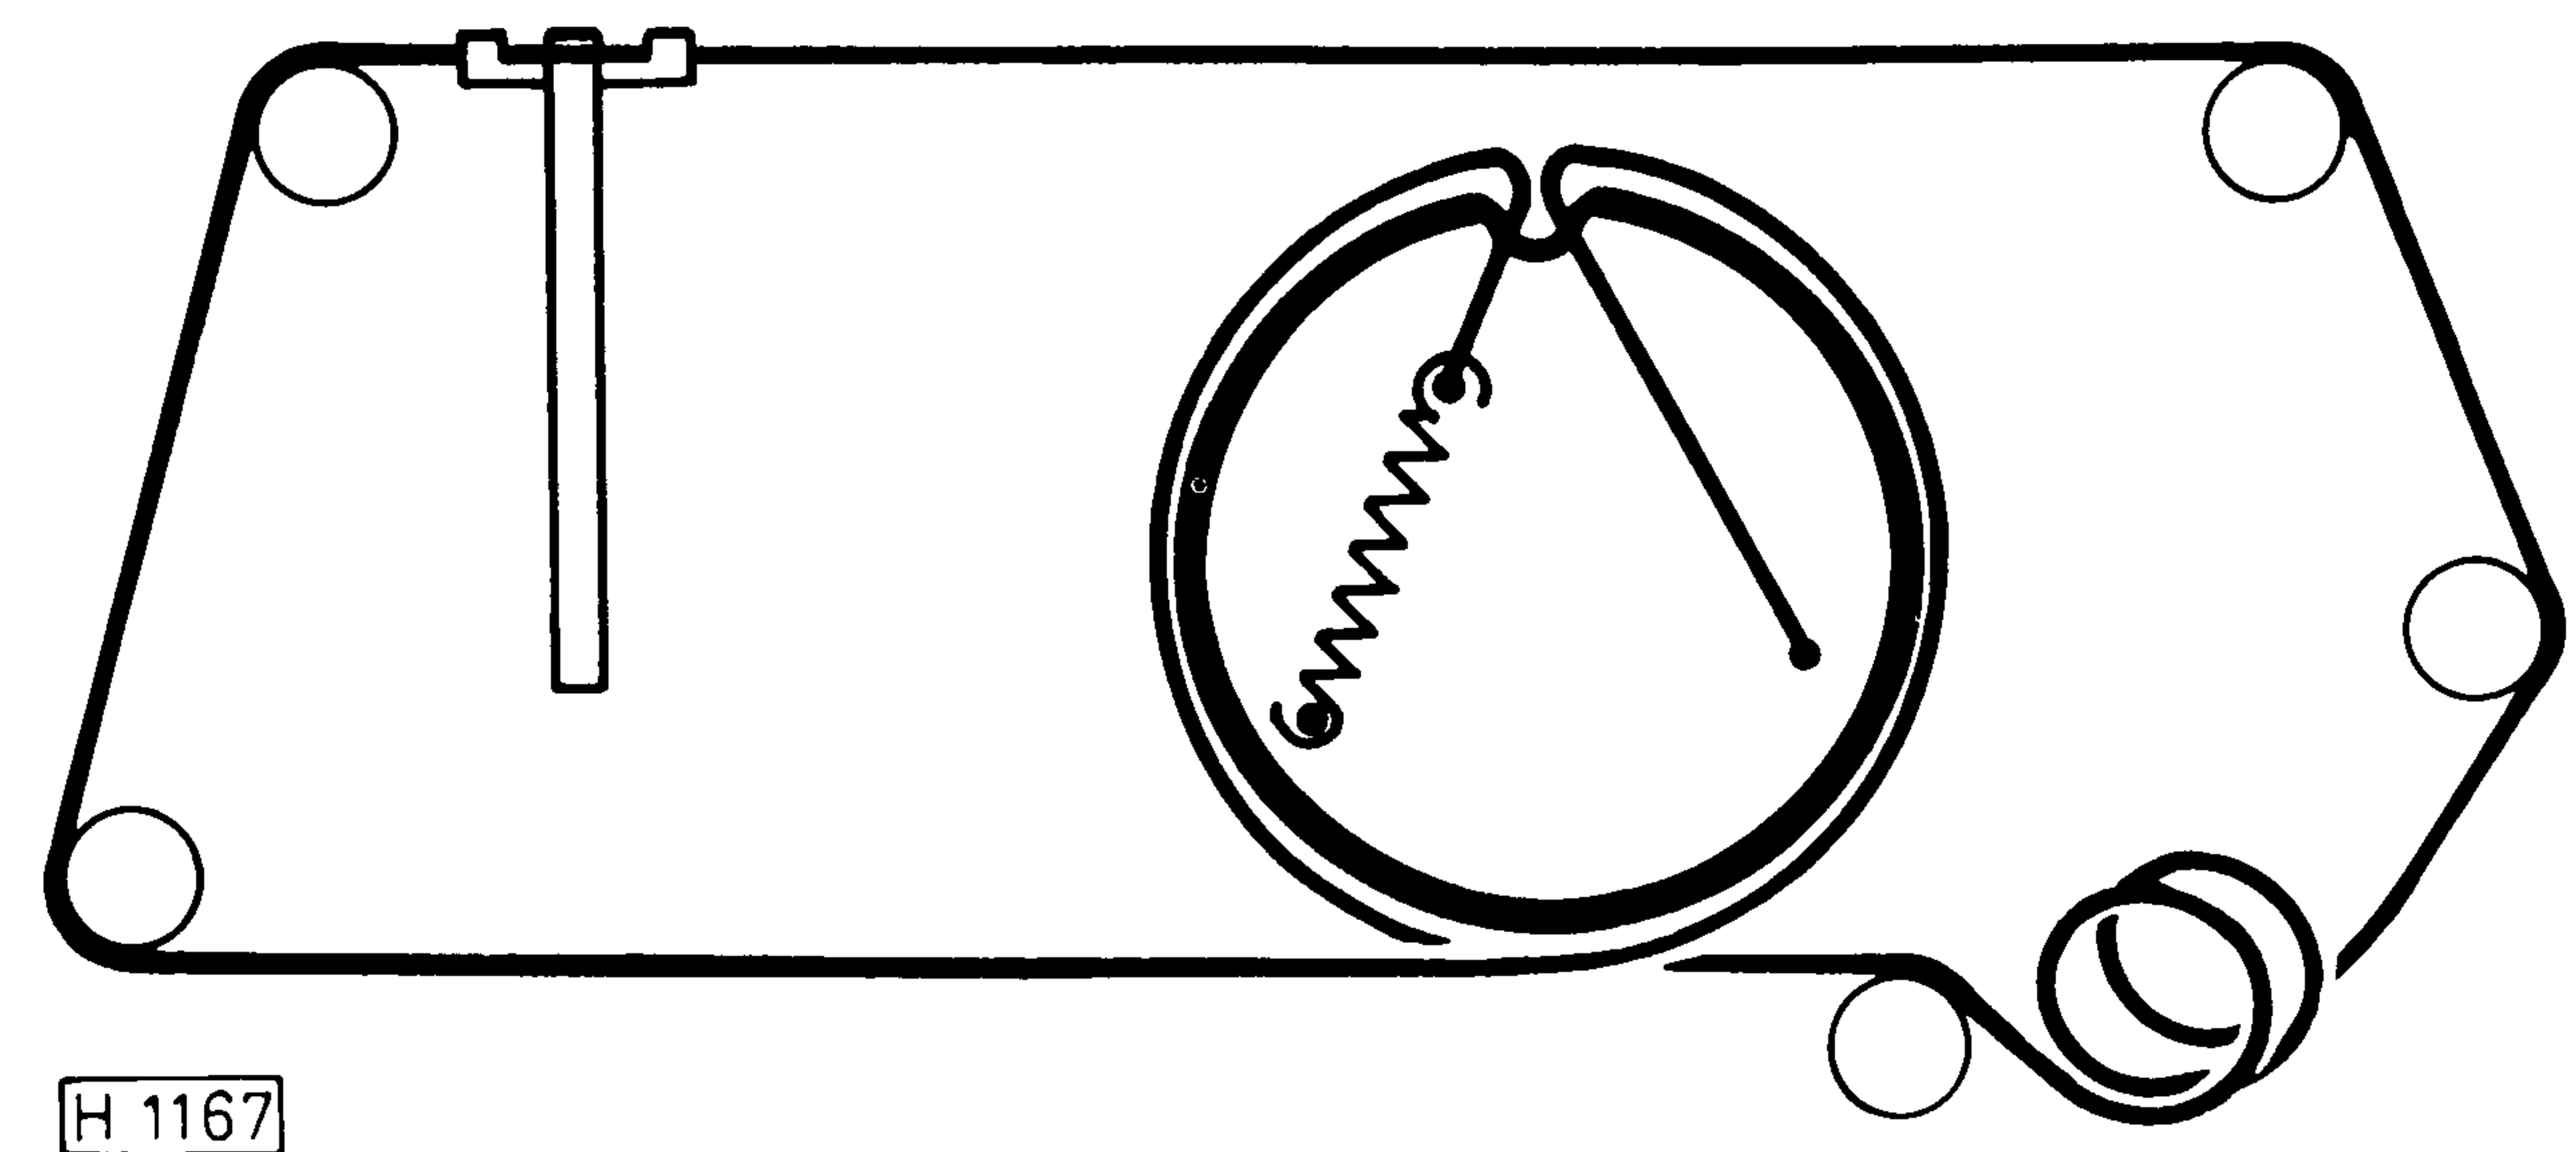

Fig. 2
- 4.2 Skalenseil (Länge ca. 1,25 m) nach Fig. 2 auflegen.
- 4.2 Place drive cable as shown in fig. 2 (length approx. 50").